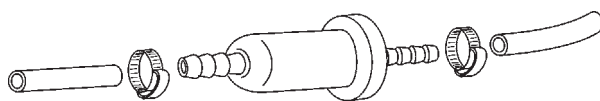

Figura 15. Filtro del carburante (tipico)
- Sostituire il filtro del carburante (figura 15) ogni 200 ore.